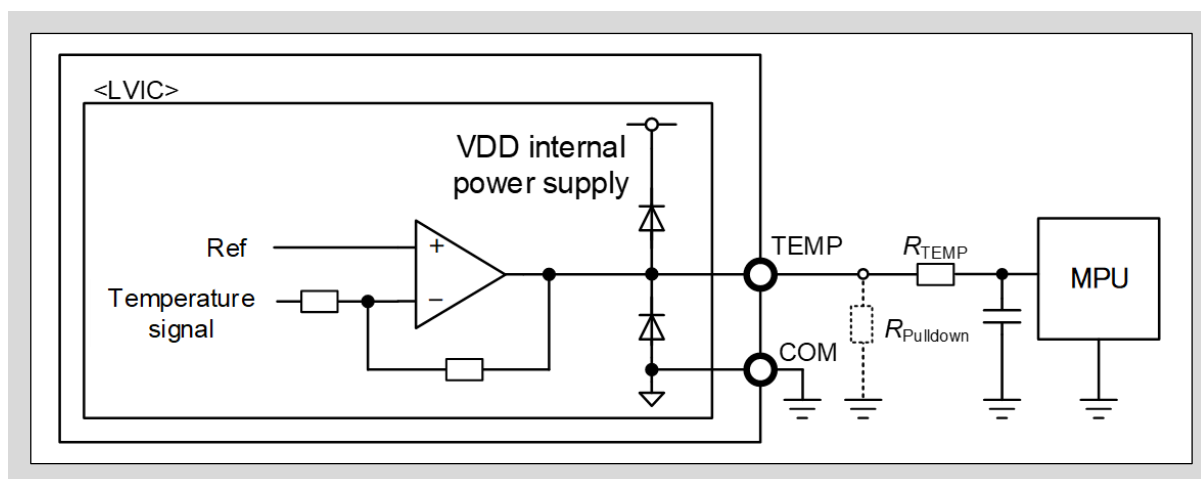

图3-23 TEMP 引脚和MPU I/O 的推荐连接电路
- 如图3-23 所示，温度输出 TEMP 引脚可以直接与 MPU 连接。推荐在 MPU 连线时追加旁路电容 C_{TEMP} 和 10k Ω 以上的尖峰电流限流电阻 R_{TEMP} 。这些连线尽可能做到最短连接。
- 如图3-23 所示，TEMP-COM 引脚间电气上有二极管相连。这些二极管是为了保护 IPM 免受浪涌电压影响而内置的。如果将其作为稳压管使用，可能会导致本产品损坏，因此请不要将其作为稳压管用于电压钳位。